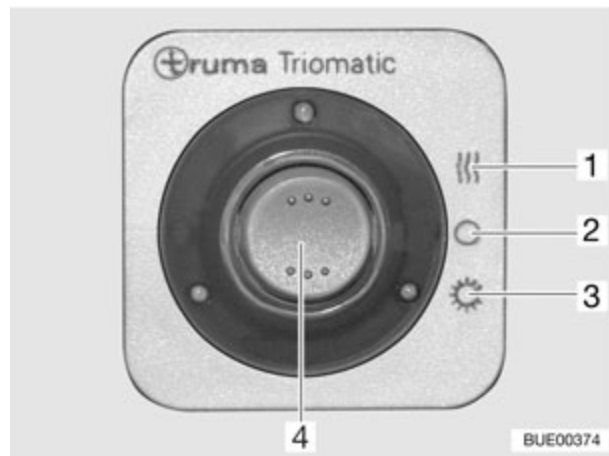

Fig. 75 Indicación a distancia
La indicación a distancia (Fig. 75) señala en el interior del vehículo qué bombona de gas está actualmente de servicio.
■ Ajustar el modo de funcionamiento con el interruptor basculante (Fig. 75,4).
- Modo de invierno "On y calefacción" (Fig. 75,1)
- Off (Fig. 75,2)
- Modo de verano "On" (Fig. 75,3)